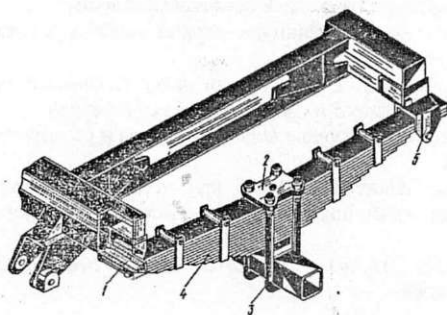

Рис.5. Подвеска:
4.5. Подвеска (рис.5). Подвески прицепа выполнены на листовых полуэллиптических рессорах. Рессоры одно-ушковые, крепятся к передним кронштейнам рамы при помощи пальцев и свободно опираются на вкладыши задних кронштейнов. Своей средней частью рессоры крепятся к балке оси с помощью стремянок.